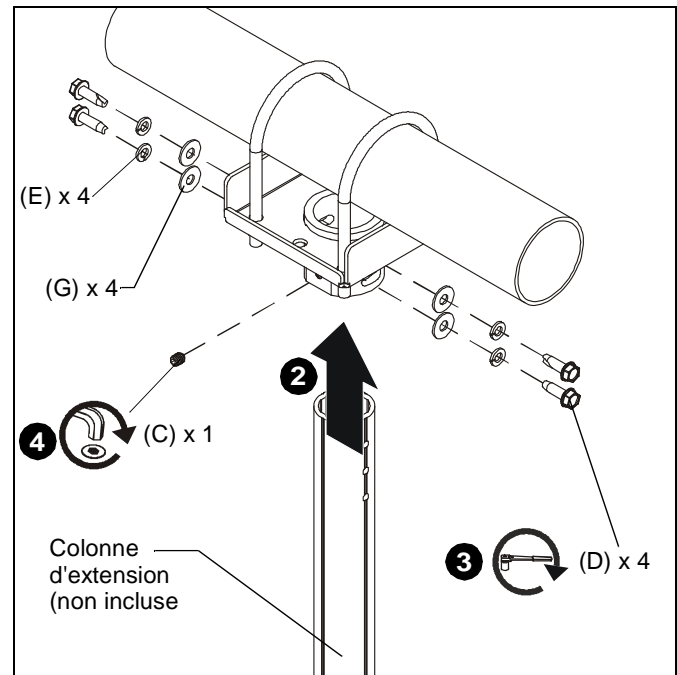

Figure 3
3. Fixez la colonne d'extension au CPA365 à l'aide de quatre vis autotaraudeuses à tête hexagonale 5/16-16 x 1" (D), quatre rondelles frein fendues 5/16" (E) et quatre rondelles plates 5/16" (G) dans les trous de la colonne d'extension. (Voir la Figure 3)
4. Installez une vis de calage de 5/16" x 1/2" (C) dans le trou fileté en serrant fermement contre la colonne. (Voir la Figure 3)